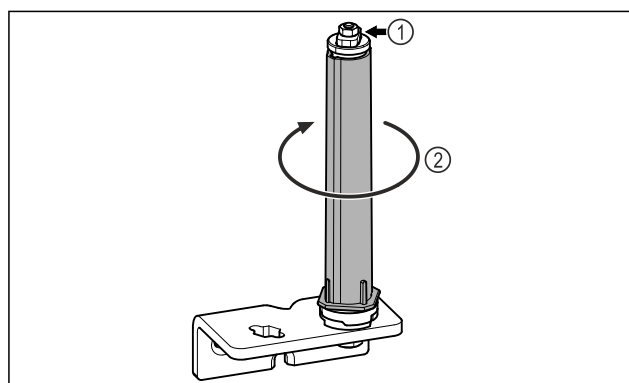

Fig. 22
- ▶ Не разглобявайте затварящата система на вратата Fig. 22 (1).
- ▶ Въртете затварящата система Fig. 22 (2), докато тя щракне.